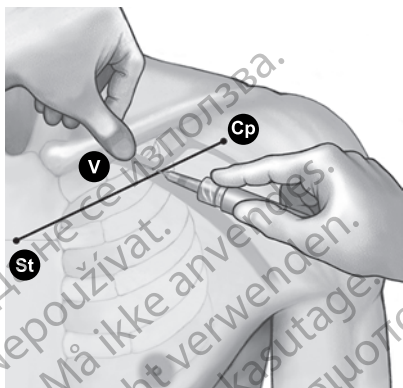

Figure 9. Emplacement du pouce et point d'entrée de l'aiguille
4. Appuyer le pouce contre l'index et déborder de 1 à 2 centimètres sous la clavicule pour protéger le muscle sous-clavier de l'aiguille (en cas d'hypertrophie manifeste du muscle pectoral, le pouce doit se projeter à environ 2 centimètres au-dessous de la clavicule car le muscle sous-clavier est sûrement lui aussi hypertrophié) (Figure 9 Emplacement du pouce et point d'entrée de l'aiguille en page 24).